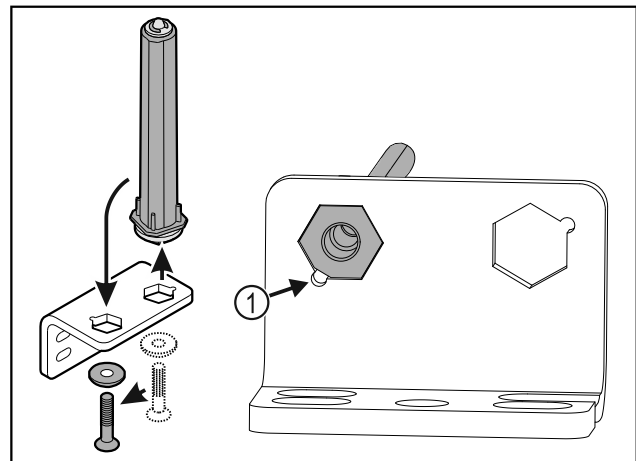

Fig. 31
- ▶ Ügyeljen arra, hogy felhelyezéskor a csapszeg élettörése Fig. 31 (1) a kerek furat felé mutasson.